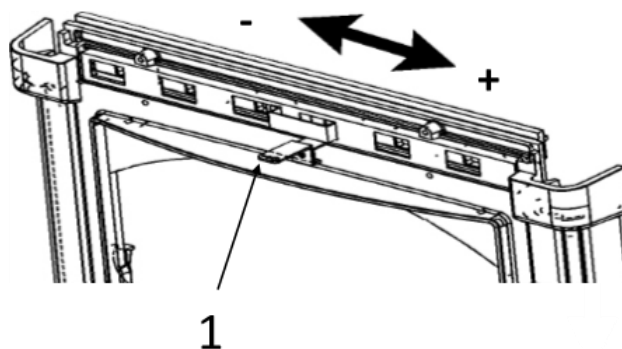
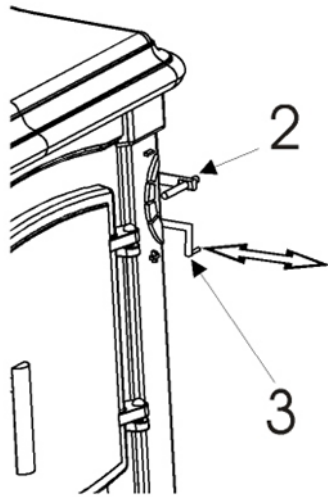

Fig. 4
Fig. 5
3. Aprire il registro n° 1 (Fig. 4), lasciare il portello del focolare semiaperto per favorire la combustione aprire il termostato n°2 (fig. 5) e il registro di tiraggio diretto n°3 (fig. 5).